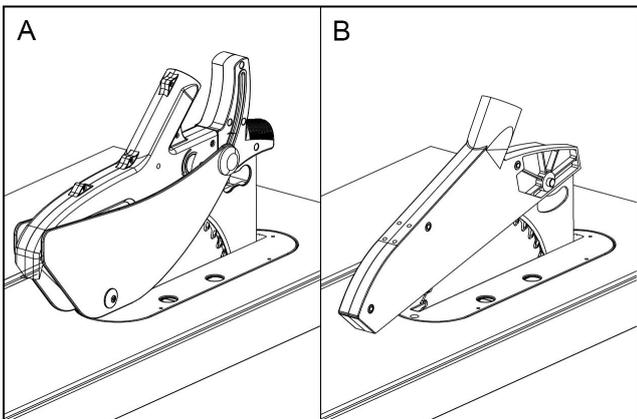

Abb.12
3. **Abb.12** (A) zeigt den Sägeblattschutz, der den UL62841-Standard erfüllt und für den nordamerikanischen Markt geeignet ist. **Abb.12**(B) zeigt den Sägeblattschutz, der den CE-Standard erfüllt. Für verschiedene Märkte ist die Maschine mit unterschiedlichen Sägeblattschützen ausgestattet. Bitte beachten Sie das Kapitel "**3. Maschinenbeschreibung**" für detaillierte Informationen.